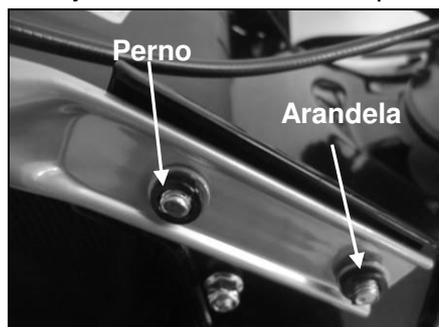

Fig. 2A
1. Fije las manivelas inferiores en el cuerpo de la unidad con pernos, arandelas, tuercas y una llave adecuada. (Fig.2A/ Fig.2B)